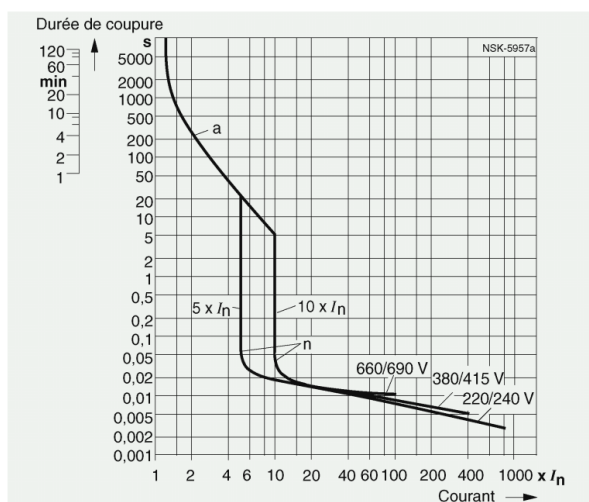
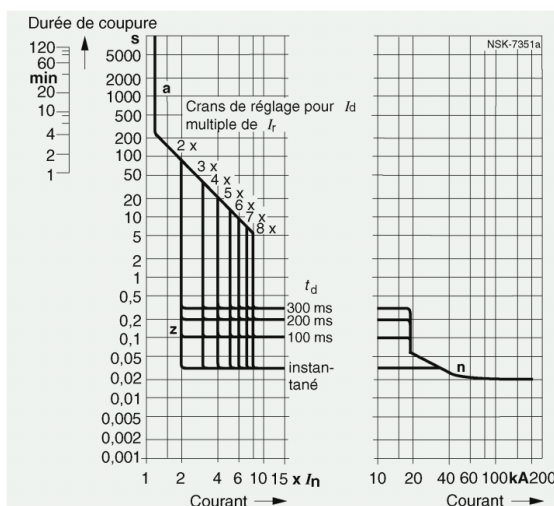

Figure 27 Caractéristique de déclenchement d'un disjoncteur 3VF4 pour la protection d'installations, I_{cu} 100 kA, déclencheur «n» réglable.
Figure 31 Caractéristique de déclenchement d'un disjoncteur 3VF7, I_{cu} 50/70 kA, avec déclencheur électronique
On distingue alors deux catégories de disjoncteurs A ou B selon qu'il y a possibilité de fonctionnement court retard (B) figure 31 ou non (A) figure 27.